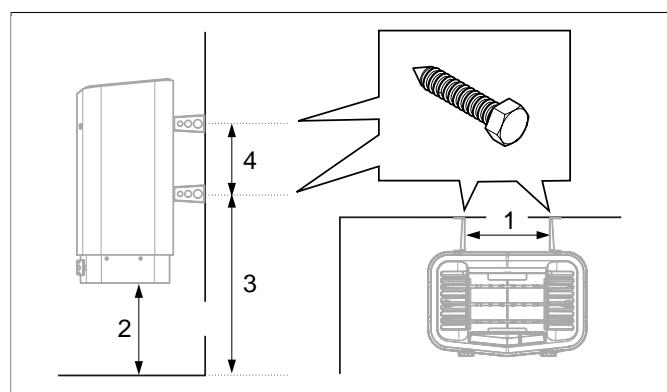

Abb. 8: Bemessung
7. Positionieren Sie die Schrauben der Halterung, siehe **Abb. 8**, Seite 4.